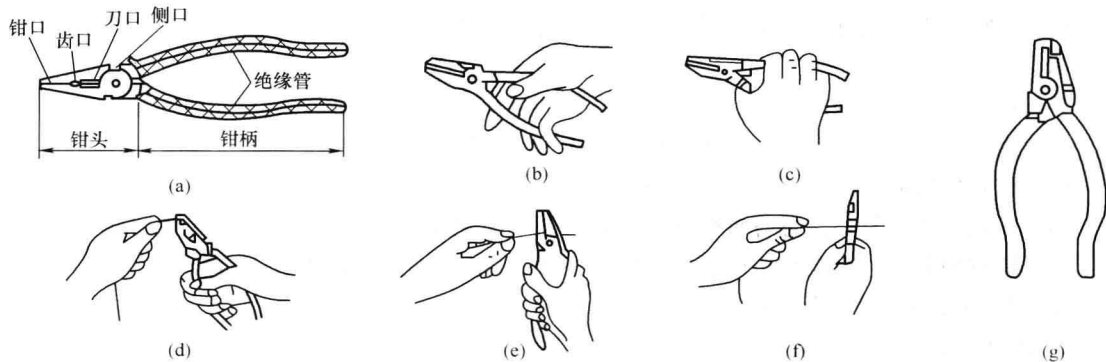

图 1-2 钢丝钳的结构和用途
(1) 钢丝钳。钢丝钳由钳头和钳柄两部分组成,钳头包括钳口、齿口、刀口和侧口四部分,其结构和用途如图 1-2 所示。钢丝钳常用来剪切导线,弯绞导线,拉剥导线绝缘层和紧固及拧松螺钉。